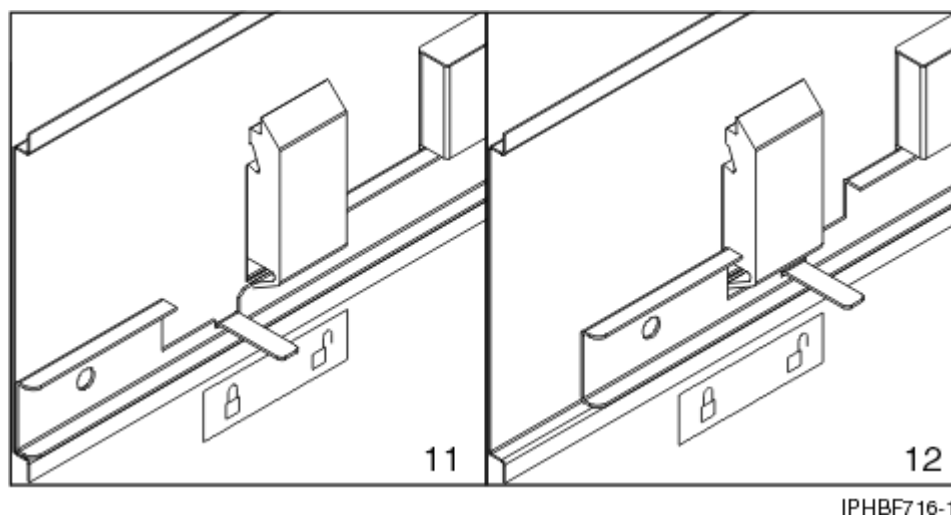

Figura 57. Col·locació de l'adhesiu d'obert/tancat al panell de coberta
- e. Poseu l'adhesiu d'obert/tancat a l'interior del panell de la coberta de manera que quan la barra corredissa estigui tancada, la pestanya es trobi a sobre del símbol de tancat (**11**), com es mostra a la Figura 57 a la pàgina 86, i a sobre del símbol d'obert (**12**) quan la barra corredissa estigui oberta.